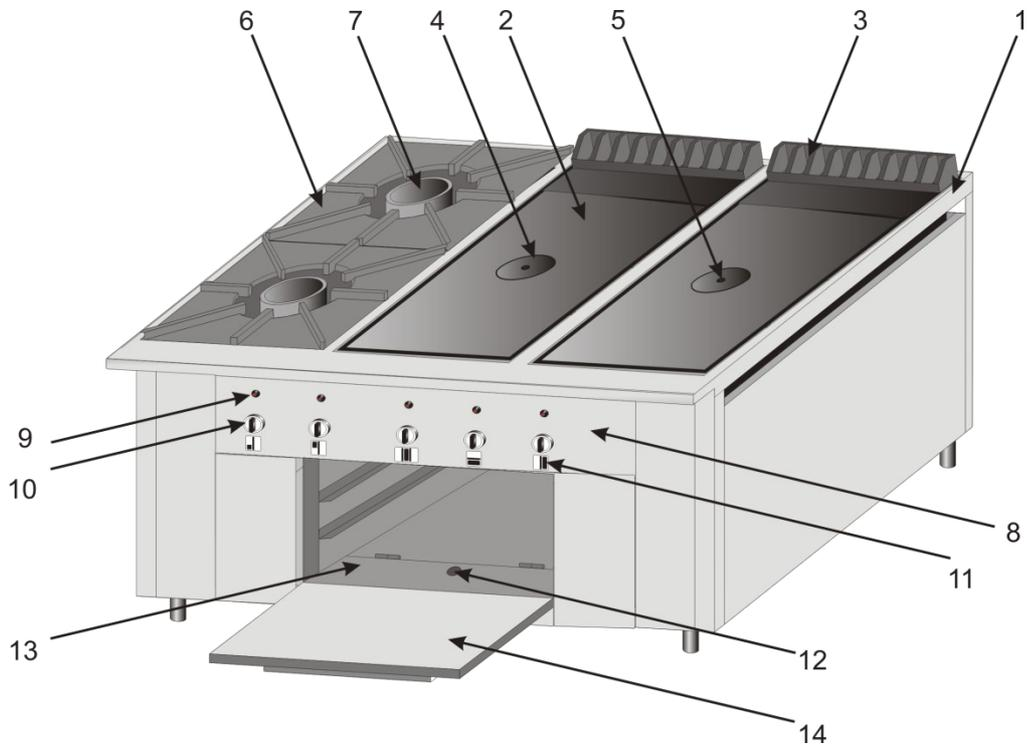
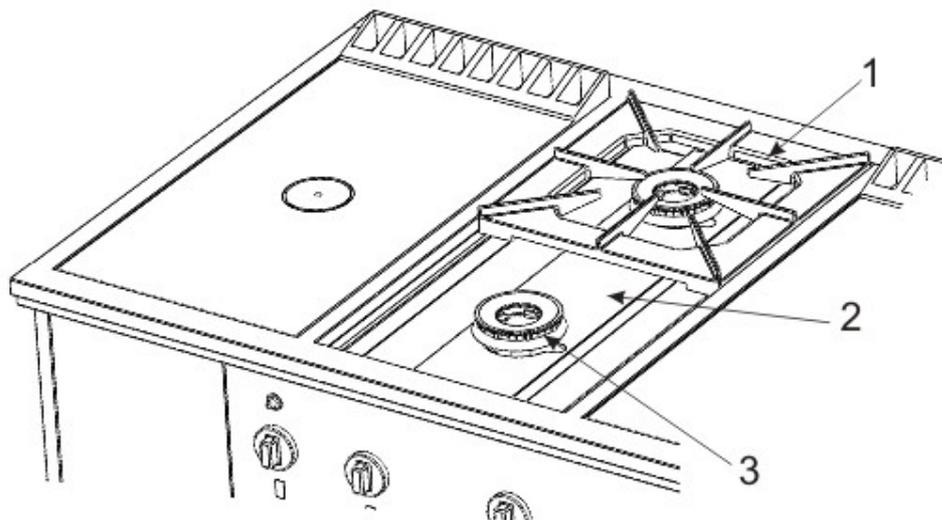

Рис.1. Общее устройство газовой плиты:
Рис.3. Конструкция плиты в части открытых горелок
- Следите, чтобы отверстия в решетке 3 (рис.1) были свободны для отводов продуктов сгорания и не перекрывались посудой или иными предметами.
На рис.1 приведено общее устройство газовой плиты.
На столе плиты 1 (рис.1) могут размещаться секции открытого и закрытого пламени. Секция открытого пламени состоит из горелок 7 с конфорками 6. В секции закрытого пламени горелка располагается под рабочей поверхностью 2, отвод продуктов сгорания в этом случае осуществляется через решетку 3.
Перед началом регулировки горелок открытого пламени необходимо снять с плиты чугунные конфорки 6 (см. рис.1) и поддоны 2 (см. рис. 3), располагающиеся под конфорками.
По окончании процесса регулировки горелок и кранов открытого пламени, наденьте ручки на краны, установите поддон 2 (рис.3) и конфорки 6 (рис.1) на свои места.
Перед началом регулировки горелок поверхностей закрытого пламени необходимо снять чугунную поверхность 2 (рис.1).
- Снимите ручки всех кранов горелок 10 (см. рис.1). Если ручки кранов духовых шкафов размещены на щите управления, то перед снятием этих ручек необходимо ослабить винт, располагающийся на самой ручке.
- Выкрутите крепежные винты щита управления 8 (см. рис.1), и снимите щит управления.
По окончании процесса регулировки горелок и кранов поверхностей закрытого пламени, установите щит управления 8 (рис.1) на место, закрепив его винтами, наденьте ручки на краны.
Перед началом регулировки горелок духового шкафа необходимо вынуть подовую плиту 13 (рис.1).